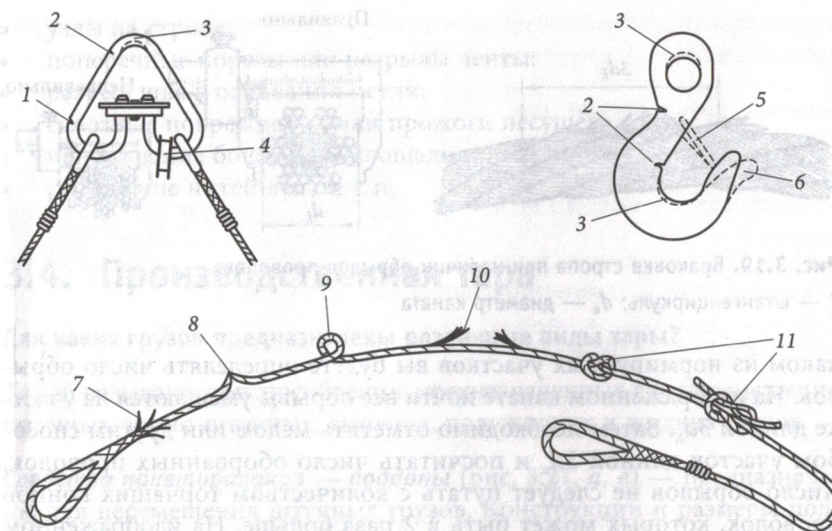

Рис. 3.18. Признаки браковки стропов:
- обрыв 10 прядей каната (рис. 3.18);